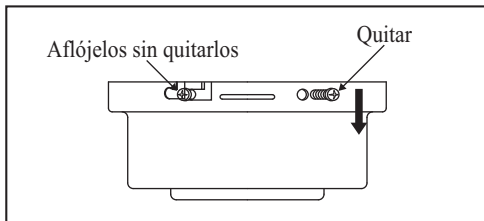

Figura 6
2. Retire el soporte de montaje de la cubierta aflojando los cuatro tornillos de la parte superior de la cubierta. Retire los dos tornillos sin ranuras y afloje los tornillos con ranuras. (Figura 6)